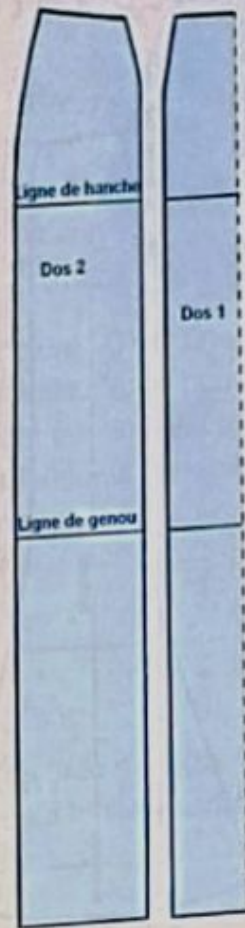

FIG. 4
- Portez la longueur souhaitée de la jupe et découpez la verticale en suivant les côtés des pinces (fig.3) et (fig.4).